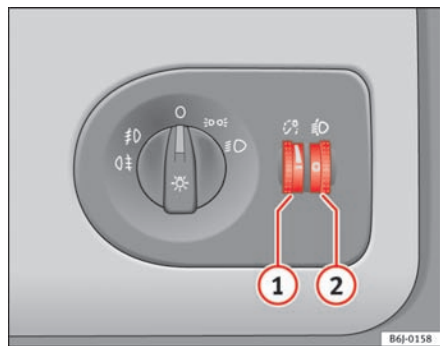

Fig. 51 På instrumentpanelet: indstillingshjul til instrument-/kontaktlys og lyslængderegulering
Når lyset er tændt, kan lysstyrken på instrument- og kontaktlyset reguleres trinløst ved at dreje på indstillingshjulet ⇒ fig. 51 ①.